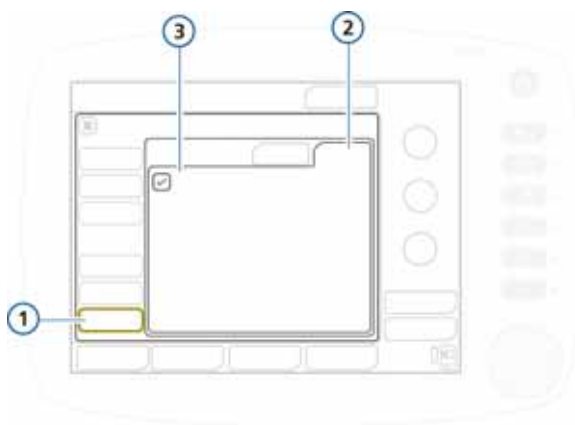

Figura I-19. Opzioni hardware
2. Nella finestra Options, toccare l'etichetta **HW options**. Vedere la Figura I-19.